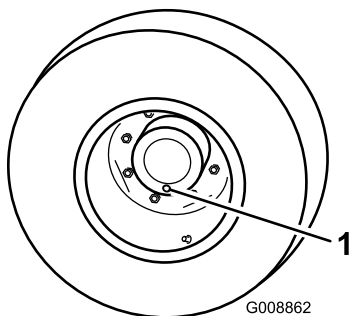

Figure 43
1. Placez la machine sur une surface plane et horizontale et tournez la roue de sorte que le bouchon de contrôle/vidange (Figure 43) se trouve à 6.00 heures.